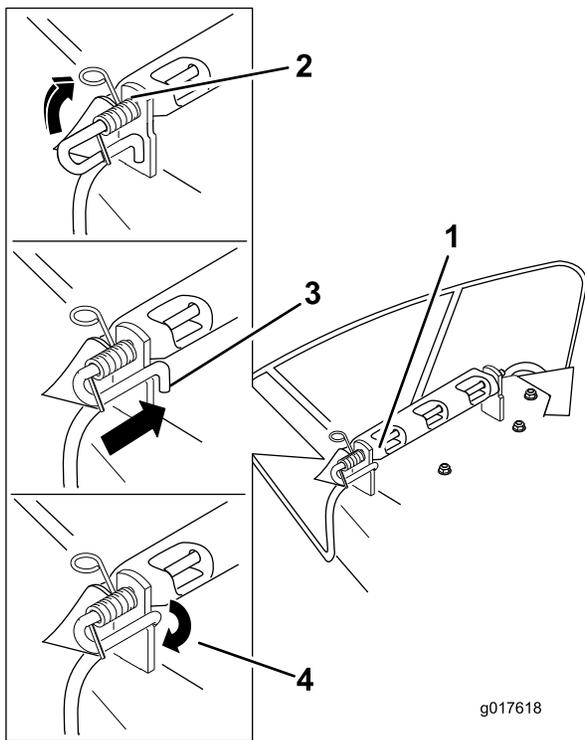

Figura 64
4. Levante el extremo del muelle que tiene bucle y colóquelo en la muesca del soporte del deflector (Figura 64).
5. Fije el conjunto de varilla y muelle torciéndolo de manera que el extremo corto de la varilla pueda colocarse detrás del soporte delantero que está soldado a la carcasa (Figura 64).